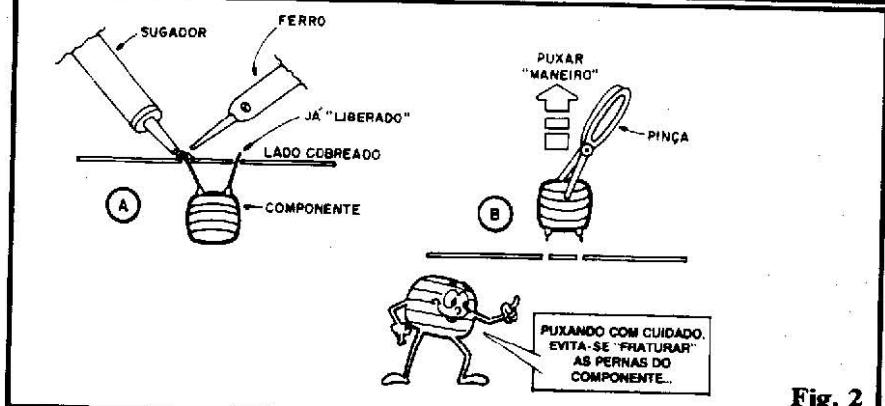

Fig. 2
- FIG. 2 - A REMOÇÃO - Não há como "fugir" disso: será necessária a posse de um sugador de solda (ferramenta já explicada no TRUQUES & DICAS da 2ª "Aula" do ABC...). Quem tentar fazer tudo "na mão", verá que o trabalho será grande, e os resultados
péssimos... O sugador, como ferramenta essencial na bancada, não será uma aquisição "tonta" ou desvantajosa, sob nenhum aspecto. Aproveitem para escolher um de boa qualidade, já que, juntamente com um bom soldador, aliados de bico, de corte e tipo "pinça", um estilete e algumas chaves de fenda, forma o conjunto de necessidades básicas, quanto a ferramental, para se "viver" a Eletrônica, em qualquer nível. A fig. 2 mostra (em A) como a remoção do componente começa: com o lado cobreado da placa já bem limpo, aplique a ponta do ferro de soldar à junção que se pretenda "liberar". Assim que a solda fundir-se, imediatamente aplique a ponta do sugador e aione o seu êmbolo de sucção. Afaste ambas as ferramentas (ferro e sugador) e verifique que a ilha cobreada e a pontinha do terminal do componente deverão mostrar-se limpas (apenas com um certo "prateamento" determinado por finíssima camada da liga de solda que permanece revestindo as áreas metálicas. Depois de liberados todos os terminais do componente em questão, puxe-o (pelo lado não cobreado da pla-